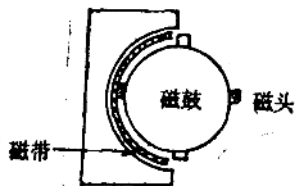

图 1-4 四磁头录象机
3. 四磁头录象机 该机有四个磁头在磁鼓上作 90° 角分装，每个磁头只记录一场中的若干行。磁鼓以5倍于场频的速度垂直于磁带旋转，如图 1-4 所示。